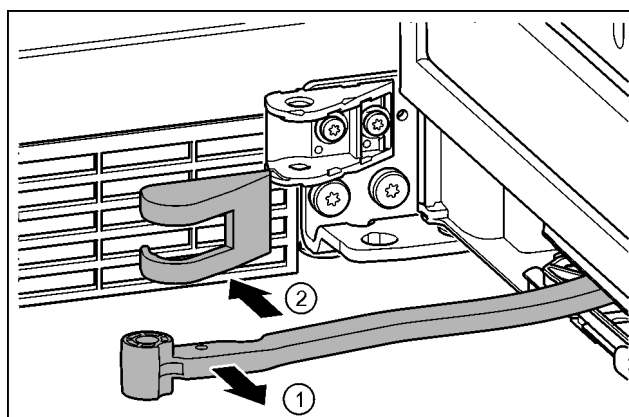

Fig. 16
- Gelenk in Richtung Tür drehen. *Fig. 16 (1)*
- Lagerbockabdeckung entfernen. *Fig. 16 (2)*